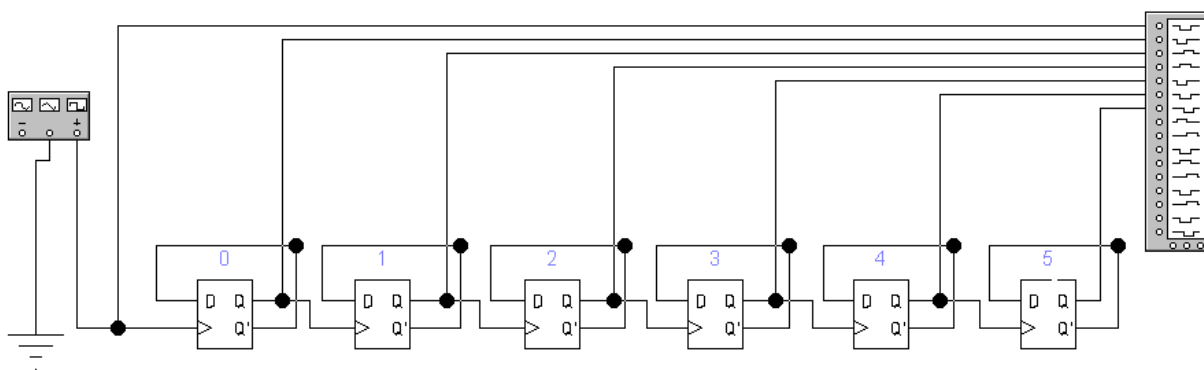

Fig. 4. Schema electrică a contorului binar de ordinul șase al numărării directe (regim dinamic).
2.4. Construiți schema contorului binar de ordinul șase cu numărare inversă prezentată în Fig. 4.